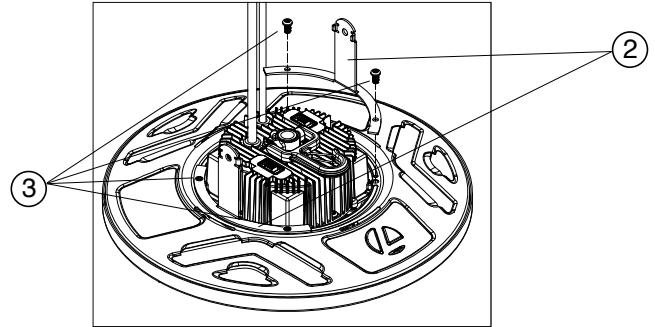

Fig 4
**2.2 Instale las bases (2) de la ménsula de montaje** en la carcasa del accesorio alineando los orificios de montaje con los orificios de la carcasa. Instale los tornillos (3) de montaje proporcionados para fijar las bases de la ménsula de montaje a la carcasa del accesorio. (Consulte la Fig. 4).